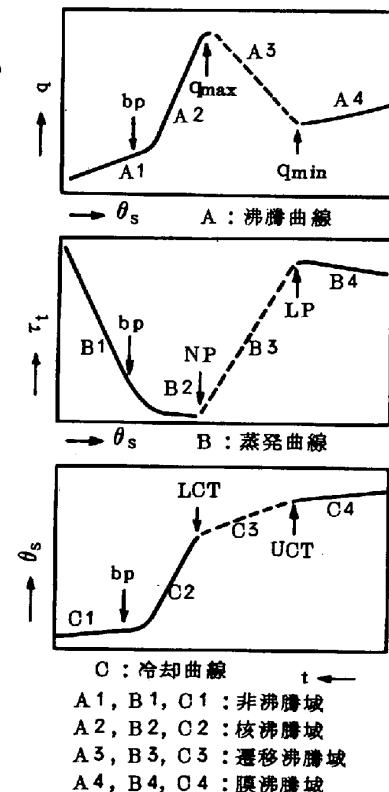

図1 3曲線の対応
3. 3曲線の対応関係： 3曲線の液温 θ_w は、サブクール温度差を $\Delta\theta_{sub}$ とすると、沸騰曲線と冷却曲線は $\Delta\theta_{sub} \geq 0$ 、蒸発曲線は $\Delta\theta_{sub} = 0$ である。3曲線をすべて $\Delta\theta_{sub} = 0$ にすれば、その差は金属と接触する液滴量だけとなり、蒸発曲線の液滴量を ∞ にすると、すべての条件が一致する。それゆえ、3者の沸騰状態すなわち熱伝達機構は図1のように対応するはずである。 $\Delta\theta_{sub} > 0$ の時には、各曲線の特性値がずれ、たとえば、沸騰曲線の q_{max} は高温側にずれて増大し、冷却曲線の LCT は短時間側にずれて昇温する。従来、冶金関係者の用いる冷却曲線と機械関係者の用いる沸騰曲線や蒸発曲線が、一見無関係のように思われていたが、これは、前者は実際作業の解釈のため $\Delta\theta_{sub} > 0$ の状態で、後者は熱伝達機構の解明のため $\Delta\theta_{sub} = 0$ の状態で論じていたからである。今後は、3者を同じ土俵内で論すべきであり、前報Ⅰで提案した冷却曲線の5段階説も容易に理解できる。
4. NP, LP と LCT, UCT との実験的関係： $\Delta\theta_{sub} = 0$ の時、前報Ⅰの銀試料の LCT, UCT と前報Ⅱの銀メッキ試料の NP, LP はよく一致する（表1）。この時、両者の差は母材と液滴量だけである。文献1)では、 $\Delta\theta_{sub} = 0$ の時液滴初期量 V_0 は LP に影響せず、文献2)では、 $\Delta\theta_{sub} > 0$ の時 $LP \propto 1/V_0$ と報告している。それゆえ、 $\Delta\theta_{sub} = 0$ の時には、図1の ' q_{max} の $\theta_s - NP - LCT$ ' と ' q_{min} の $\theta_s - LP - UCT$ ' は各々ほぼ一致するものと考えられる。